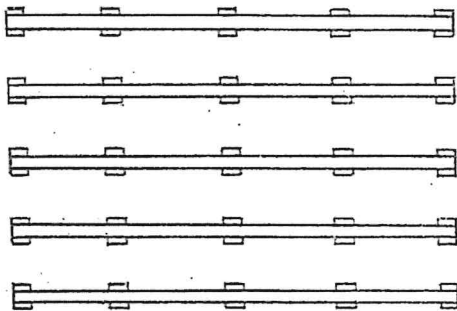

Abb. 1: Lager (Kanthölzer auf Betonsteinen (Draufsicht))
2. 5 Kanthölzer (450 X 10 X 10 cm) auf je 5 Lager parallel auf einer Breite von 3,50 m auslegen (Abb.1)